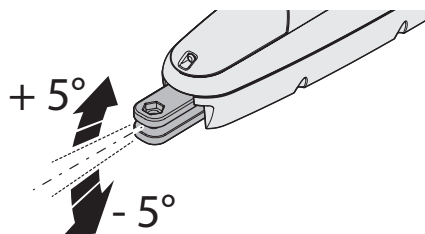

Fig. 5
**Importante:** si el soporte trasero no está completamente nivelado, la parte trasera basculante permite compensar +/-5° en el caso en que los soportes no estén nivelados entre sí (fig. 5).